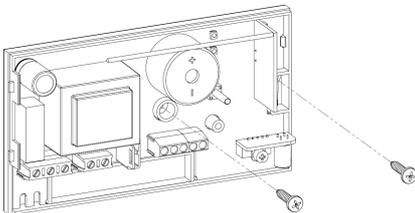

Fig. 3
2. Fissare la base del rivelatore gas su una scatola di derivazione da 2 moduli tramite le due sedi per viti con interasse 60 mm facendo attenzione a fare passare i cavi nella feritoia come indicato in Fig. 3.